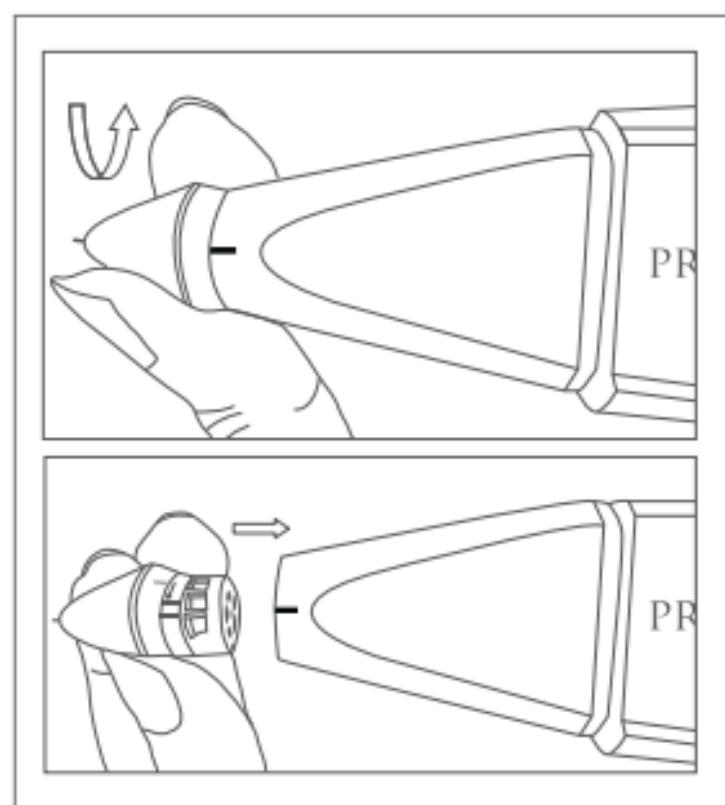

图1
1. 关闭检测仪时, 逆时针旋转探头, 将之移走, 如图1所示。